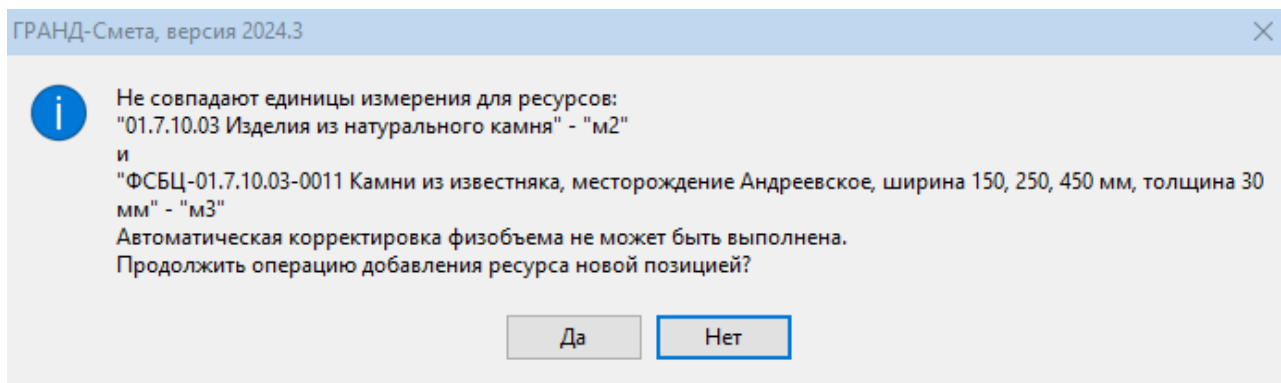

Рисунок 5.5. Информационное сообщение о единице измерения ресурса
Обратите внимание на то, что если единицы измерения у ресурсов не совпадают, то программа выдаст соответствующее информационное сообщение (рис. 5.5), которое необходимо учесть при дальнейшем вводе количества данного ресурса.
• В столбец **Количество** для позиции с добавленным материалом введите объём с учетом единицы измерения. Как правило, данный объём указан в столбце **Всего с учетом коэффициентов** строки нормативного неучтенного материала. Для рассматриваемого примера – **266,24 м²**. Но, т.к. единицы измерения неучтенного «красного» (01.7.10.03 в м²) и добавляемого (ФСБЦ-01.7.10.03-0011 в м³) не совпадают (см. рис. 5.5), то необходимо скорректировать объём этих камней с учетом толщины (30 мм = 0,03 м):